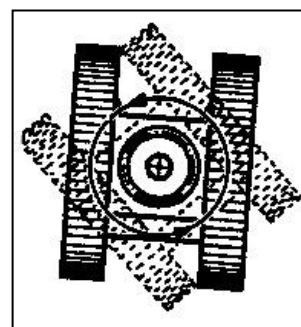

FIG. 4-9
(3) Întoarcerea pe loc
a) Virați la stânga: Împingeți maneta din dreapta înainte și maneta din stânga înapoi (FIG. 4-9).